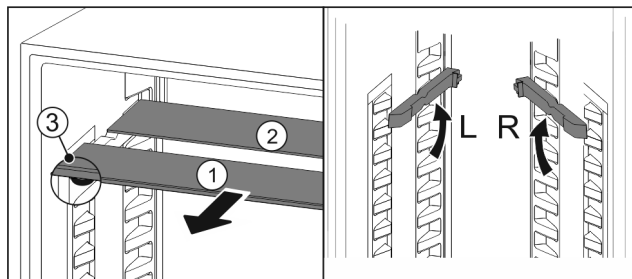

Fig. 205
- ▶ Húzza ki Fig. 205 (1) előre az üveglapokat egyesével.
- ▶ Az üveglap Fig. 205 (1) a dísléccel előre néz.
- ▶ Az ütközők Fig. 205 (3) lefelé mutatnak.